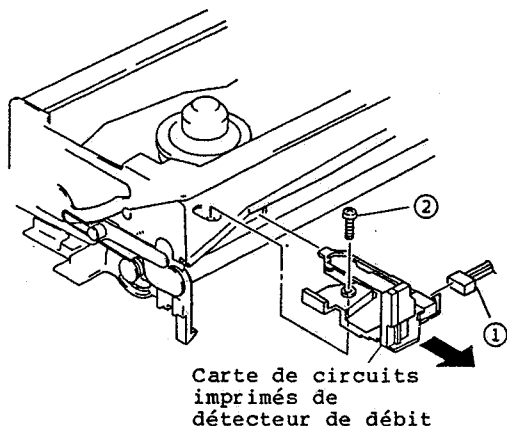
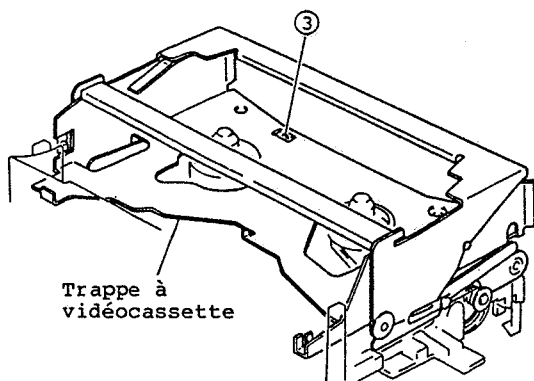

Fig. 2-51
Fig. 2-52
1. Débrancher le connecteur CN001. (Se reporter à la figure 2-51)
2. Retirer une (1) vis de fixation immobilisant la carte de circuits imprimés du détecteur de débit.
3. Libérer un (1) segment de fixation et soulever la trappe à vidéocassette. (Se reporter à la figure 2-52)